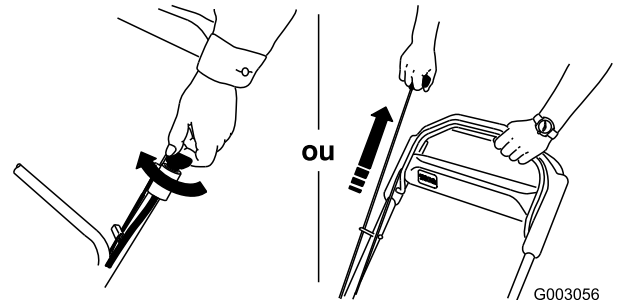

Figure 17
3. Mettez le moteur en marche avec la clé de contact ou le lanceur (Figure 17).